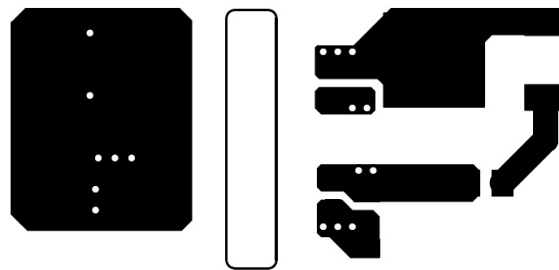

图 11-3. 底层布线和覆铜
- 建议增加连接到 VDDA、VDDb、VSSA 和 VSSB 引脚的 PCB 覆铜，并优先考虑最大限度地增加到 VSSA 和 VSSB 的连接（请参阅图 11-2 和图 11-3）。不过，必须考虑前面提及的高电压 PCB 注意事项。